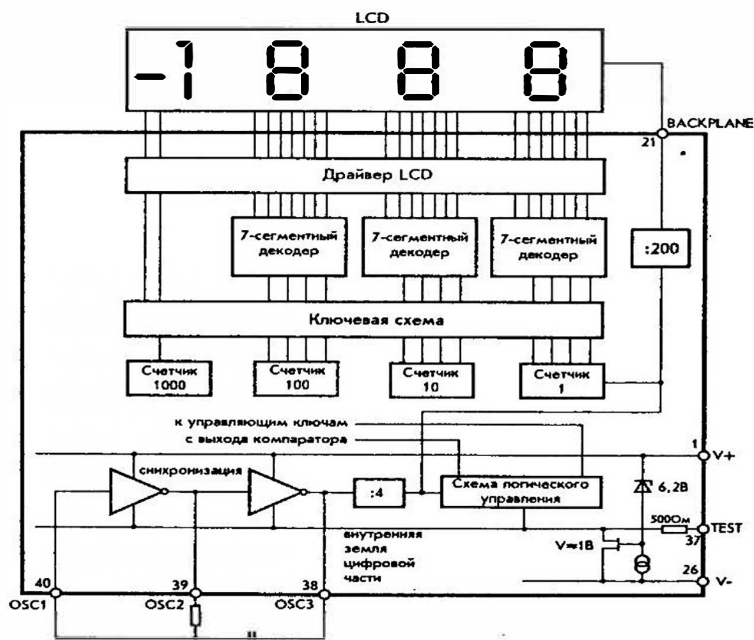

Рис. 1.7. Структурная схема цифровой части АЦП
На рис. 1.7 изображена структурная схема цифровой части АЦП серии 7106. Внутренняя земляная шина цифровой части АЦП формируется с помощью стабилитрона и Р-канального истокового повторителя. Повторитель обеспечивает снижение тока в процессе работы LCD. Частота работы схемы индикации равна частоте синхронизации, деленной на 800. При частоте отображения показаний три раза в секунду, управляющий сигнал представляет собой импульсы частотой 60 Гц с амплитудой 5 В. Сегменты LCD управляются сигналами той же частоты и амплитуды. Эти сигналы находятся в фазе с сигналом на выв. BP (Back Plane) — выводе для подключения задней панели LCD, когда индикаторы не отображают информацию (OFF) или в противофазе, когда они информацию отображают (ON). В любом случае на сегментах всегда присутствует незначительное напряжение постоянного тока.